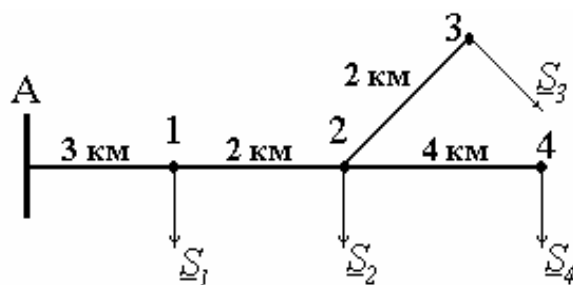

Рис. 68. Схема сети к задаче 51
**Задача 51.** Электроснабжение приемников электрической энергии осуществляется по воздушным линиям 10 кВ (рис. 68). *Определить* сечения сталеалюминиевых проводов по допустимой потере напряжения, выбрав на всех участках магистральной сети одинаковые сечения.  $\Delta U_{доп} = 8\%$ .